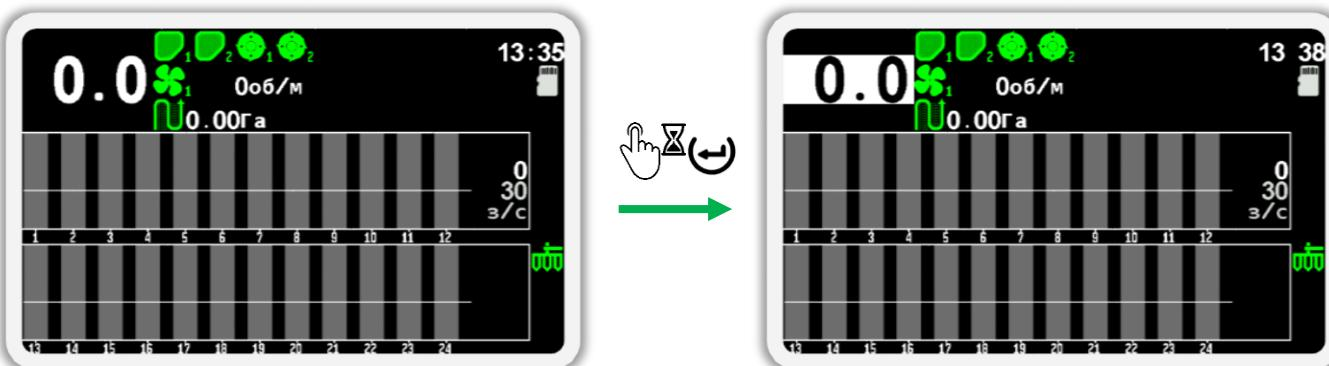

Рисунок 33. Переход в режим настройки датчиков. На рисунке справа изображен выбранный датчик скорости (его фон окрашен белым цветом).
- Находясь на главном экране (см. Рисунок 33), на пару секунд нажмите кнопку  «Меню» для перехода в режим настройки параметров датчиков.